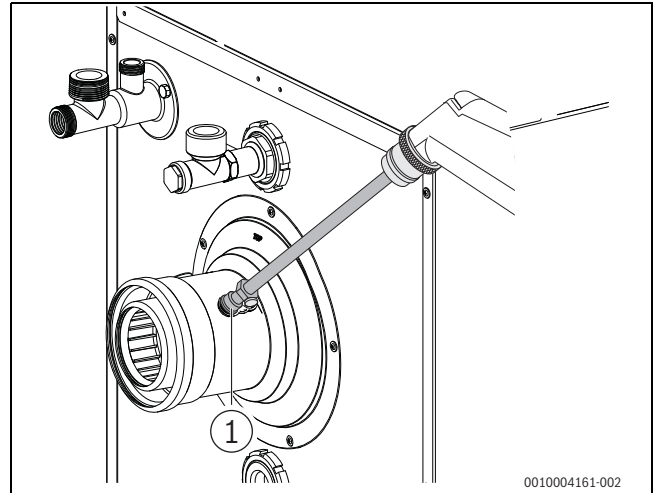

Bild 56 Messwerte aufnehmen
- ▶ Messfühler durch die Messöffnung (→ Bild 56, Seite 30) im Abgasrohr in den Kernstrom halten und CO2/O2-Gehalt kontrollieren.